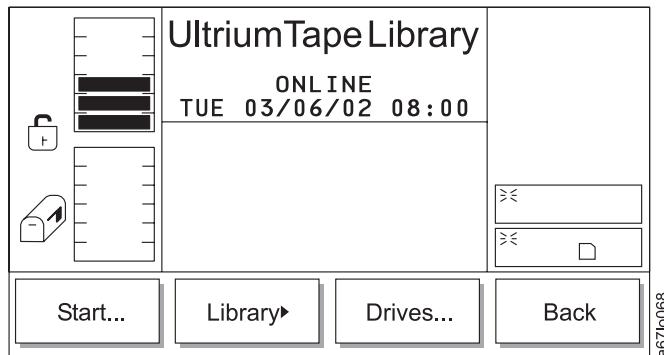

Abbildung 159. Servicemenü
Das Servicemenü wird zum Arbeiten mit Routinen benutzt, die bei der Wartung des Kassettenarchivs verwendet werden. Wählen Sie **Service** in der Alternativanzeige des Hauptmenüs aus, indem Sie den Knopf unter dem Programmfunctionssymbol **Service** drücken (siehe Abb. 77 auf Seite 101). Das Servicemenü erscheint (siehe Abb. 159).
Tabelle 108. Übersetzung von Abb. 159, Servicemenü
- Wird **Cancel** ausgewählt, erscheint das Servicemenü (siehe Abb. 159 auf Seite 173).
Wird im Dialog für normalen Service **OK** ausgewählt, erscheint das Servicemenü (siehe Abb. 159 auf Seite 173).
- Wird **Back** ausgewählt, erscheint das Servicemenü (siehe Abb. 159 auf Seite 173).